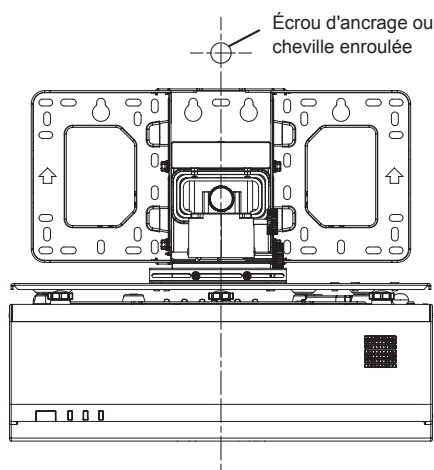

Fig.1
- 1) **Montez fermement l'écrou d'ancrage ou la cheville enroulée (M10) dans le mur en béton. (Fig.1)**